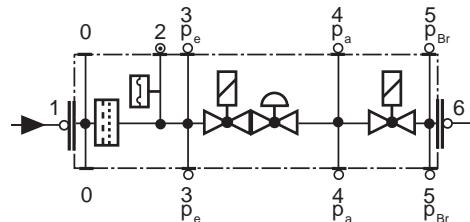

Рис. 24
- Заменяйте фильтр, если разница давления между точками 1 и 3 (Рис. 24)  $\Delta p > 10$  мбар.